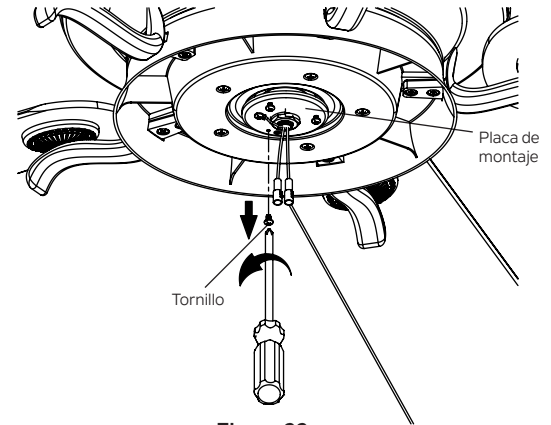

Figura 22
**Paso 1.** Retire el tornillo marcado con una etiqueta de punto marrón en la placa de montaje y guárdelo para su uso posterior. Afloje los otros dos (no los quite). (Figura 22)